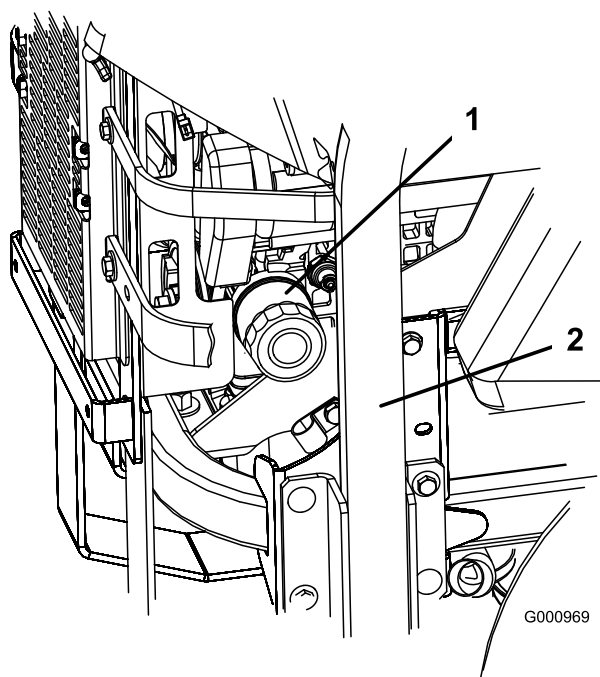
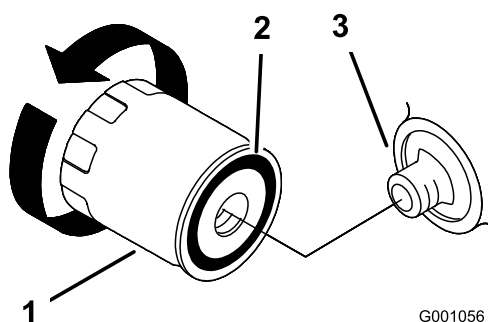

Bild 49
Bild 50
2. Drehen Sie den Ölfilter zum Entfernen nach links (Bild 49 und Bild 50).